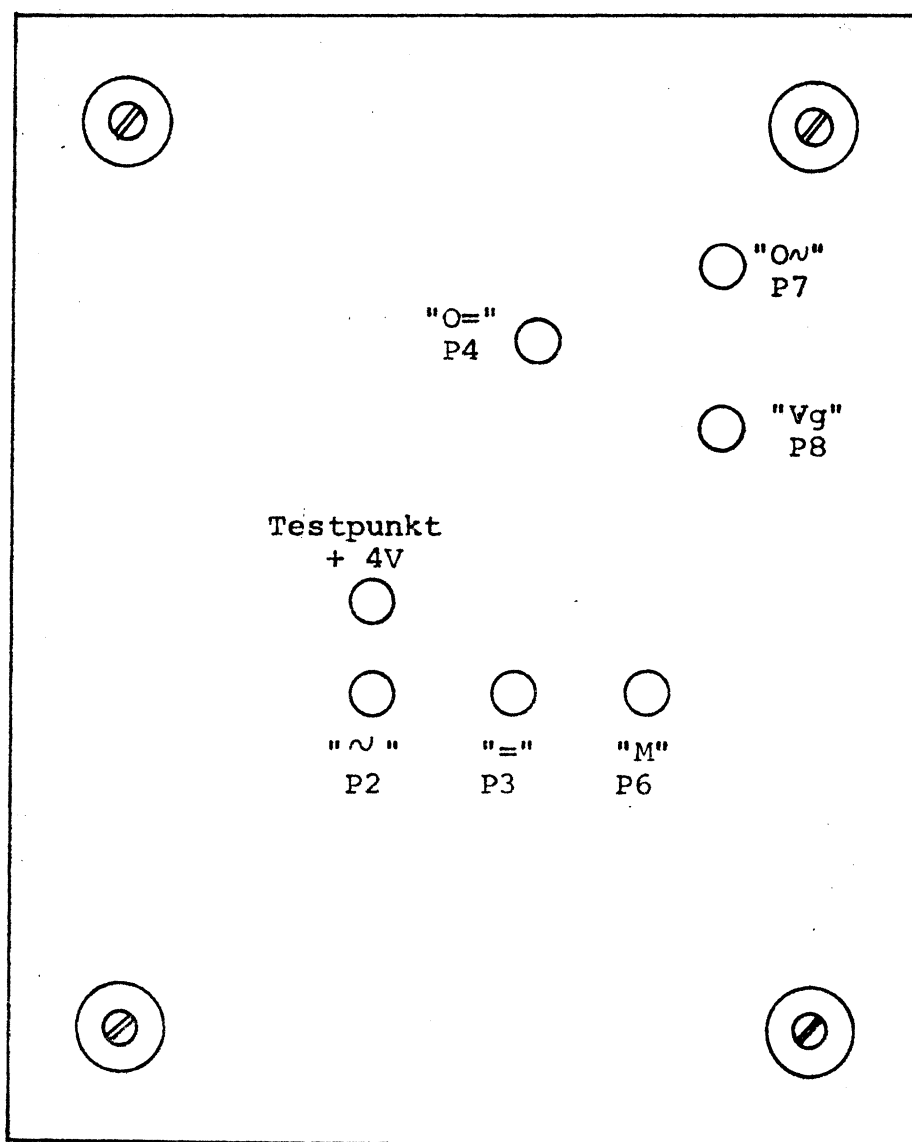

Fig. 7. Placering af justeringspotentiometre.
1. Mekanisk nulpunkt kontrolleres, evt. justeres (7).
4. Differentialforstærkerens arbejds punkt justeres med potentiometret "Vg" (P8). Spændingen kontrolleres med et rørvoltmeter og måles mellem testpunktet "+4V" (se fig. 7) og stel (sort klemkrue).